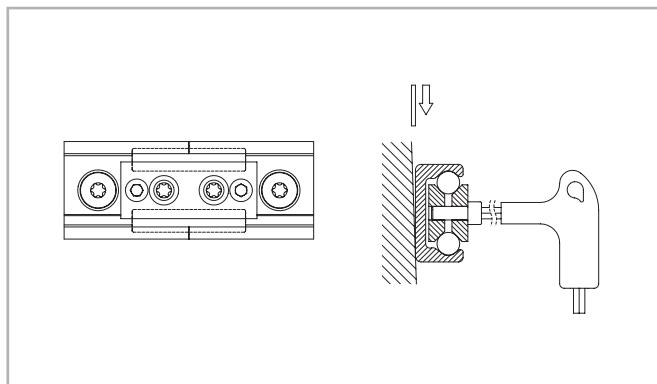

图 174
(3) 在滑轨上使用矫直设备, 直到滑轨被校正, 一起拧紧螺栓 (见图174)。
(4) 在步骤3的前, 必须确认滑轨的安装面也就是滑轨和安装面接触的地方是否有空隙, 如果有空隙请把它塞紧。